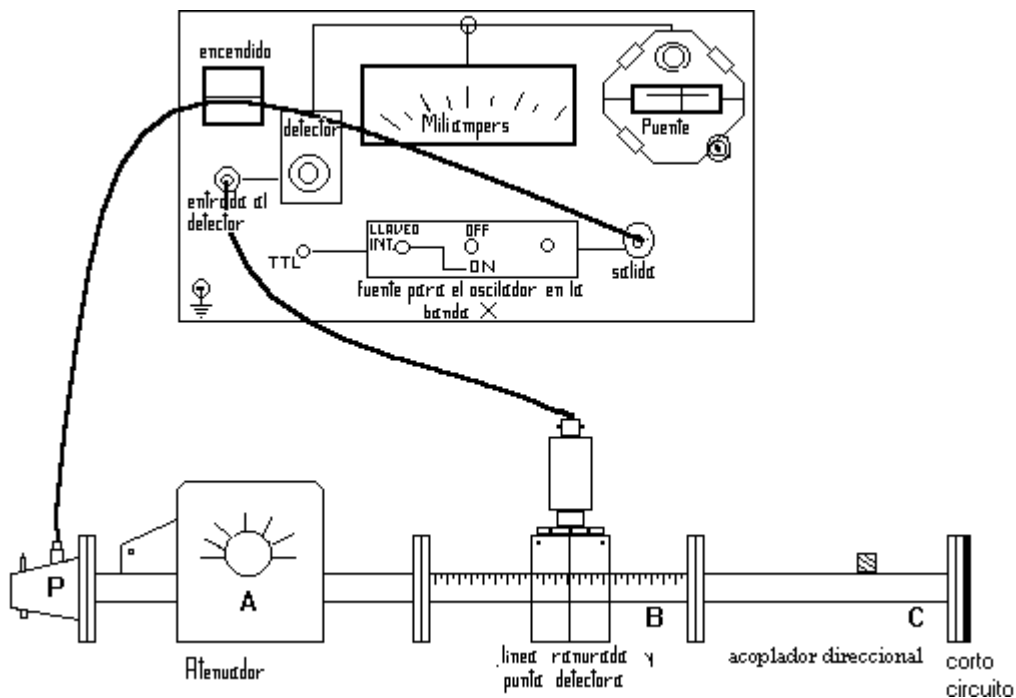

Figura 8 Sistema de guía de onda con una terminación a corto circuito.
- 1.- Monte el equipo de la figura 8